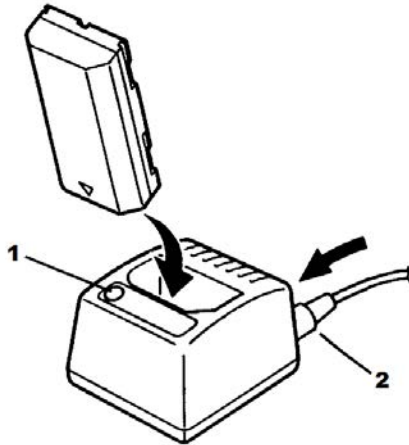

Figura 4. Diagramma di carica della batteria
- Inserire l'uscita dell'adattatore AC nel jack d'ingresso sul retro del caricatore della batteria indicato nella Figura 4.
- Mettere semplicemente la batteria nel vano del caricatore come mostrato nella figura 4. Garantire che i due contatti dorati sulla batteria siano rivolti verso il basso nella tasca.